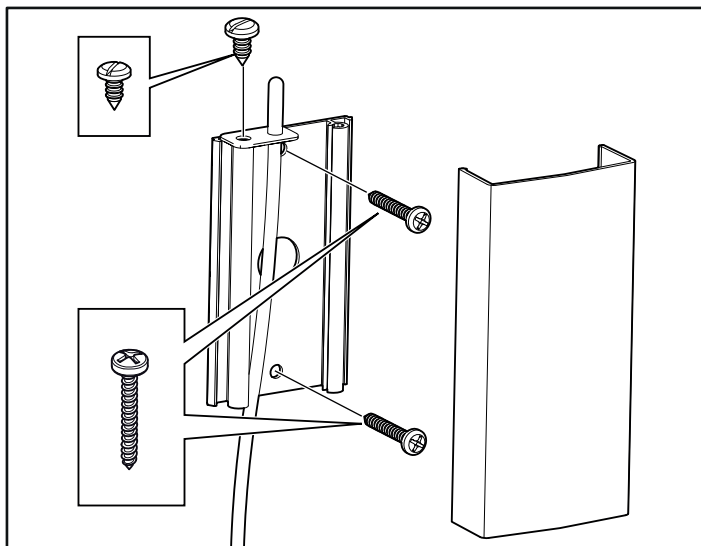
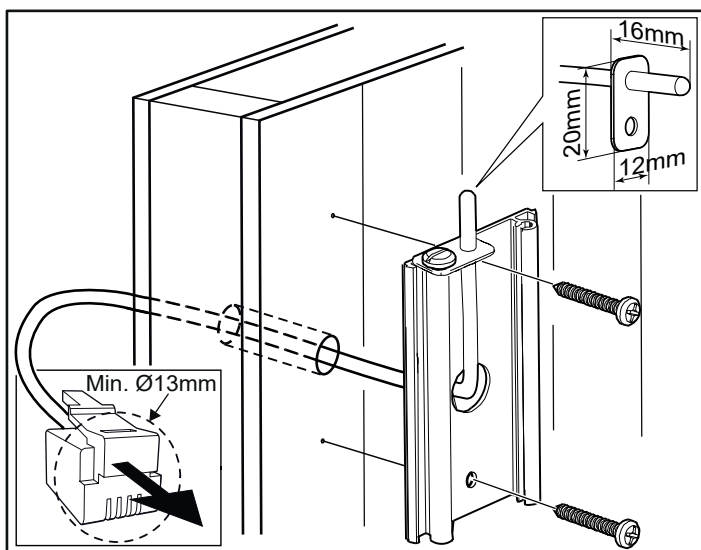

Рисунок 15: Установка датчика
Рисунок 16: Проведение проводки через стену.
13. Установите датчик на стене (см. Рис. 15). Провод термистора также можно провести через стену. Герметично заделайте все отверстия в стене за датчиком (см. Рисунок 16). Провод термистора может быть удлинен и выведен за пределы сауны, используя низковольтный провод (2-жильный).